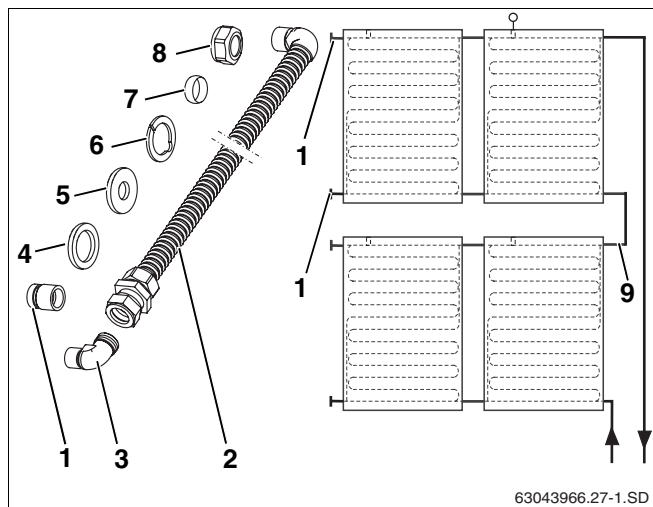

Fig. 38 Apresentação esquemática e conteúdo do fornecimento
O conjunto de ligação está disponível como acessório (fig. 38, **item 9**) fazendo a ligação de duas filas de colectores.
Conteúdo do fornecimento (fig. 38)
Feche as ligações de colector não utilizadas com tampas de fecho (fig. 38, **item 1**, veja o capítulo 6.1.2 "Montar as tampas de fecho", página 21).